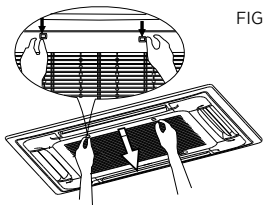

FIGURA 1
1. Pressione as travas da grelha para dentro, em seguida puxe o painel do filtro para baixo como indicado na figura 1.